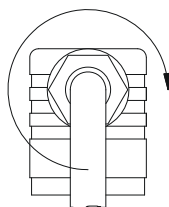

Fig. 9
- Pousser l'intérieur ⑧ jusqu'à encliquetage dans la boîte de raccordement ②.
- Enficher la vis centrale ⑥ dans la boîte de raccordement ② et serrer le passe-câble à vis ⑤ M16x1,5 (→ Fig. 9).